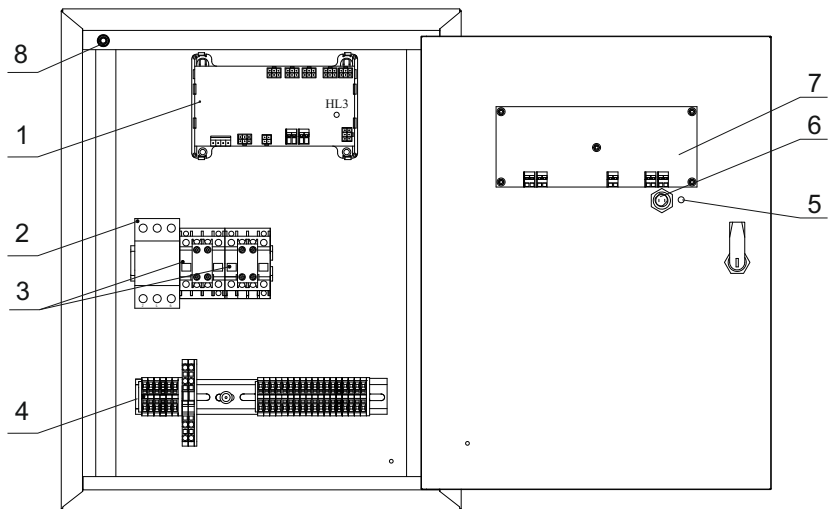

Рисунок 3 – Внутреннее устройство ШУЗ
1.5.3 Внутри корпуса (рисунок 3) размещены: